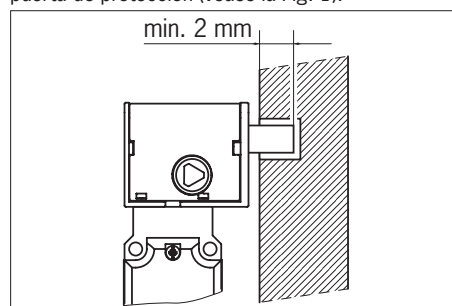

Fig. 1: Interrupor de seguridad TK bloqueado
Al activarse el bloqueo, se despliega el perno de bloqueo. El bloqueo se produce al introducirse el perno, por ejemplo, en una cavidad del marco de la puerta de protección (véase la Fig. 1).
► El perno de bloqueo debe quedar introducido como mínimo 2 mm (véase la Fig. 1).